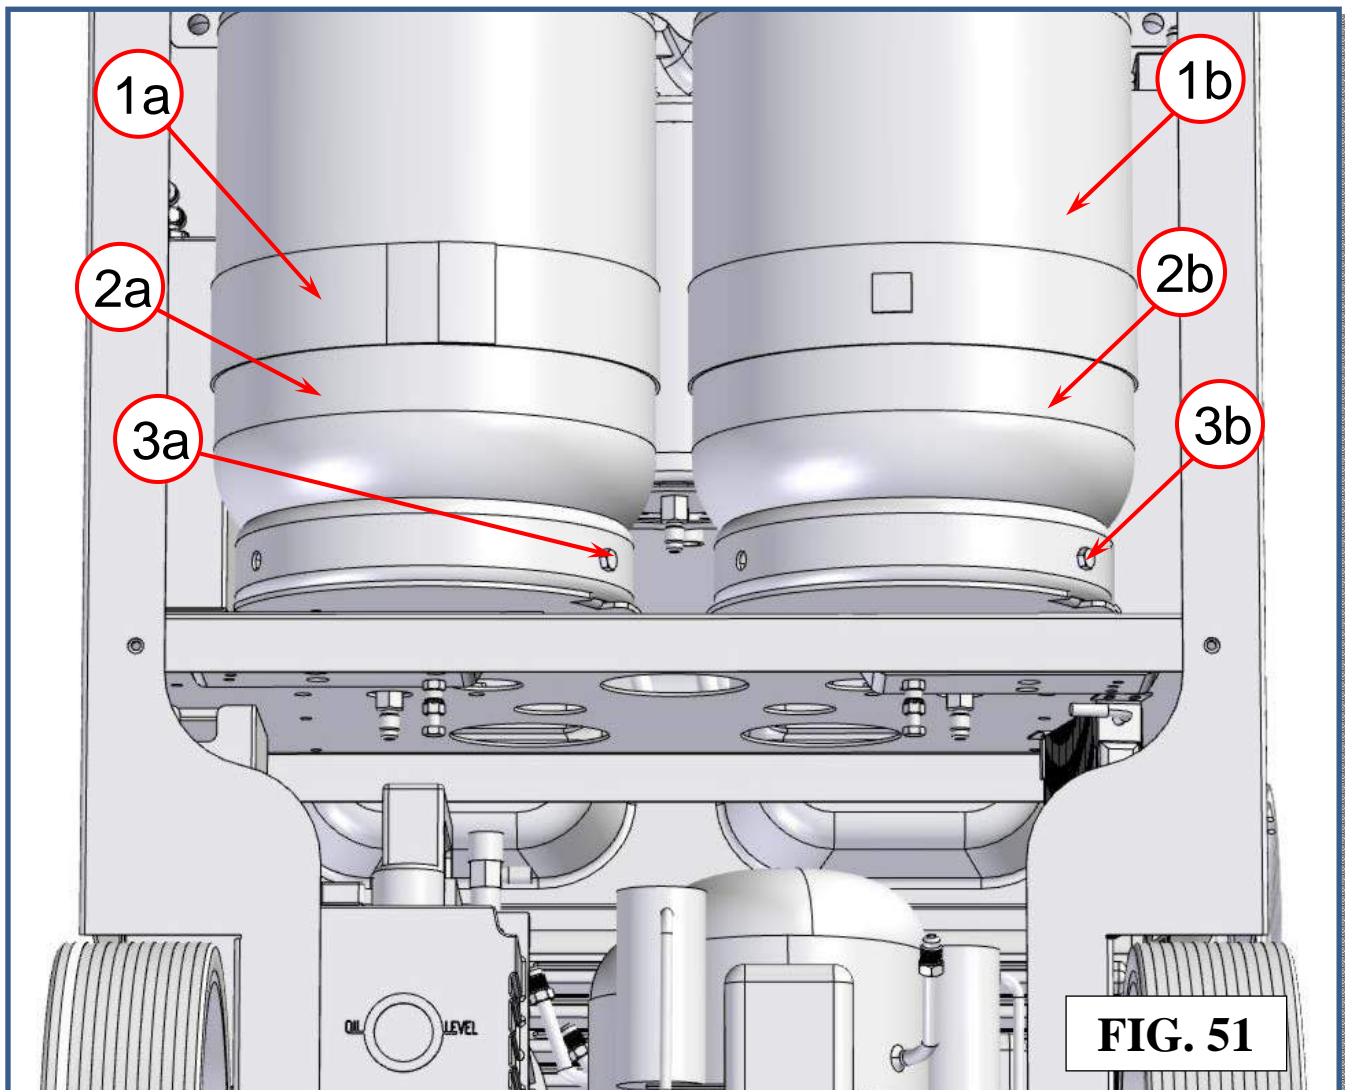

FIG. 51
Destornillar la tuerca de bloqueo de la botella R1234yf (ref 3b, Fig.51).
Separar la bobina de calentamiento (ref 2b, Fig.51) de la botella (no tocar o desconectar los cables de la resistencia de la bobina).
Cerrar los grifos azules y rojos en la botella R1234yf (ref 1b, Fig.51).
Quitar la botella R1234yf (ref 1b, Fig.51) de su alojamiento, dejando la resistencia alrededor del plato de la balanza. Colocar la botella en un soporte de al menos 40 cm de altura.
Quitar la botella R1234yf (ref 1b, Fig.51) del plato de la balanza y la bobina de calentamiento (ref 2b, Fig.51) sobre la botella (Atención: la resistencia debe adherirse fuertemente a la botella).
Abrir los grifos azules y rojos en la botella R1234yf (ref 1b, Fig.51).
Ajustar la tuerca de bloqueo de la botella R1234yf (ref 3b, Fig.51).